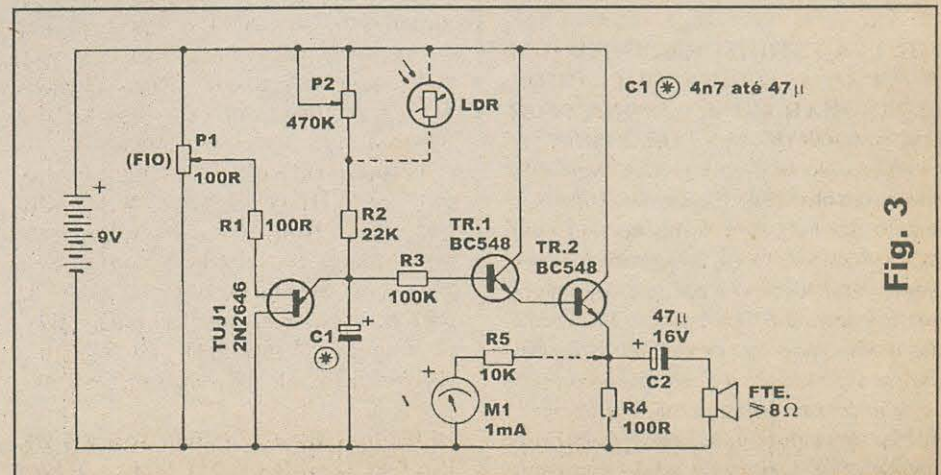

Fig. 3
- FIG. 3 - EXPERIMENTANDO O OSCILADOR COM TUJ - Inicialmente pedimos que observem com atenção a organização circuital da experiência... Notar que C1 (o principal determinante da já mencionada constante de tempo...) pode ter praticamente qualquer valor entre 4n7 e 47u (para os efeitos da experiência e perfeita "observação" dos resultados...). Se o caro leitor/aluno - como temos recomendado na presente fase do nosso curso - optar por montar o conjunto sobre um *proto-board*, poderá fazer diversas substituições, incrementando com facilidade as experiências, verificações e apreciações do funcionamento... Voltando a C1, se este tiver um valor na faixa máxima recomendada (47u ou próximo disso...), o ritmo da oscilação será extremamente lento, cada ciclo demorando vários segundos para se completar, com o que a observação poderá ser feita de forma direta, através do deslocamento do ponteiro do galvanômetro M1 (um miliamperímetro com alcance de 1 mA), protegido pelo resistor R5 (10K). Já com C1 tendo valores experimentalmente situados em faixa bem menor (digamos: 47n e até 4n7, ou valores quaisquer dentro da faixa recomendada...), será possível a "observação auditiva" da oscilação (agora já em frequência "escutável"...), através do alto-falante, que recebe os sinais amplificados pelo conjunto *Darlington* formado por TR1 e TR2 (mais o resistor R3...). Observem, também, os resistores variáveis ou ajustáveis, e suas funções durante as experiências: através do potenciômetro P1 (100R) é possível alterar a tensão quiescente no ponto A... Se o cursor do dito potenciômetro for levado para a extremidade do componente mais próxima à linha da alimentação positiva (9V), o funcionamento será